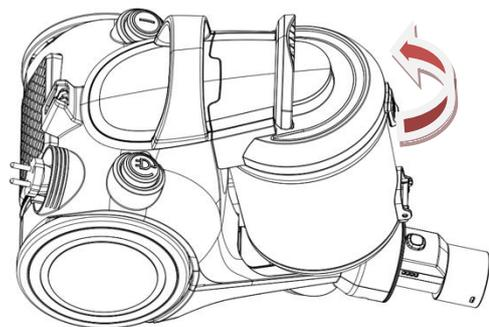

Fig.7
2. Comme dans la Fig.7, sortez le bac à poussière de l'appareil.